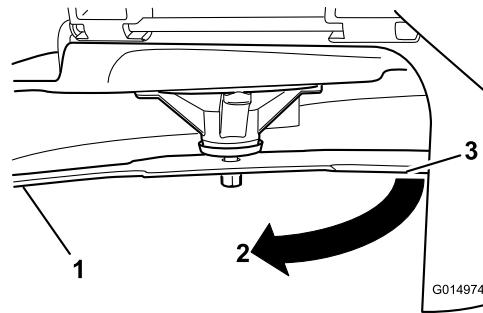

Bild 61
3. Zwischen Messer und Oberfläche gemessener Abstand (A)
4. Drehen Sie dasselbe Messer um 180 Grad, sodass die andere Schnittkante jetzt in derselben Stellung ist (Bild 61).